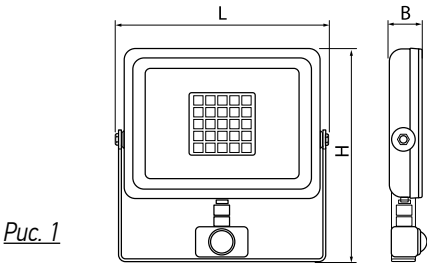

Рис. 1
- 1.1 Прожектор светодиодный PFL-SC Sensor с датчиком движения (далее прожектор) (рис. 1) предназначен для внутреннего и наружного освещения (рекомендуется использовать под навесом). Прожектор может использоваться для освещения складских комплексов, подсобных помещений, подъездов, спортивных площадок, автостоянок и других объектов.